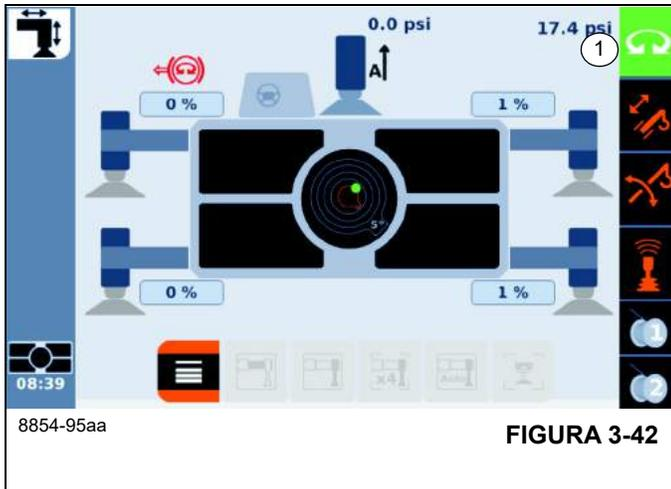

FIGURA 3-42
Rojos:	Corona de giro desactivada O freno de estacionamiento no activado (Figura 3-42)
Verde:	Corona de giro activada, movimiento de estabilizadores desactivado (Figura 3-42)
El símbolo verde resaltado (1), (Figura 3-42), apunta a la indicación de estado de giro.